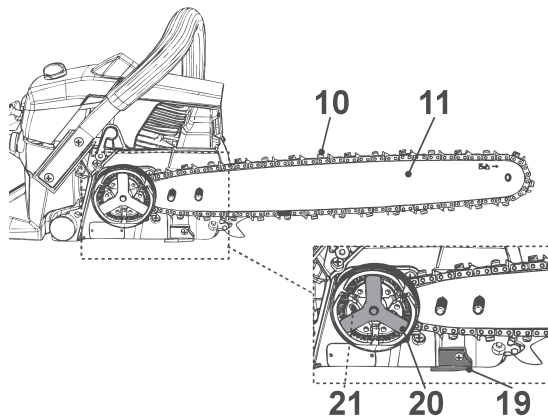

Fig. 4
**ADVERTENCIA:** La dirección de las “cuchillas” de la cadena debe ser la indicada por el símbolo y la flecha de la espada (11).
5. Coloque la cadena (10) sobre el engranaje de transmisión (21) detrás del embrague (20) y sitúela alrededor de la espada (11). Asegúrese de que la cadena (10) está colocada sobre el enganche de la cadena (19) (Fig. 4).